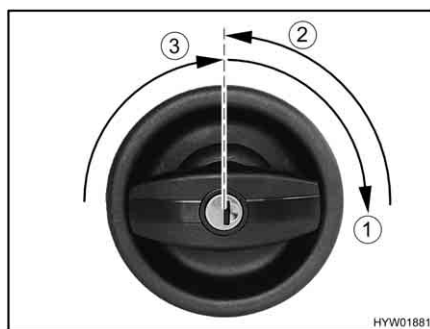

Fig. 19 Serratura della porta di ingresso, lato esterno, aperta
- Inserire la chiave nel cilindro della serratura e ruotare in senso orario (Fig. 19,1), fino a quando la serratura della porta si sblocca.
- Riportare la chiave in posizione centrale (Fig. 19,2) ed estrarla.
- Ruotare la manopola della porta in senso orario (Fig. 19,3) fino a quando la serratura della porta si sblocca.